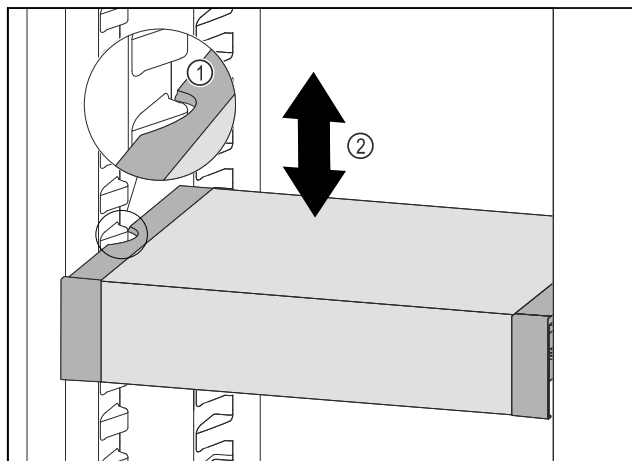

Fig. 173
- ▶ 向前移动 VarioSafe，直到 VarioSafe 两侧的凹槽与冷藏区中的容器肋梁持平。 Fig. 173 (1)
- ▶ 在冷藏区中向上或向下移动 VarioSafe，直至所需高度。 Fig. 173 (2)